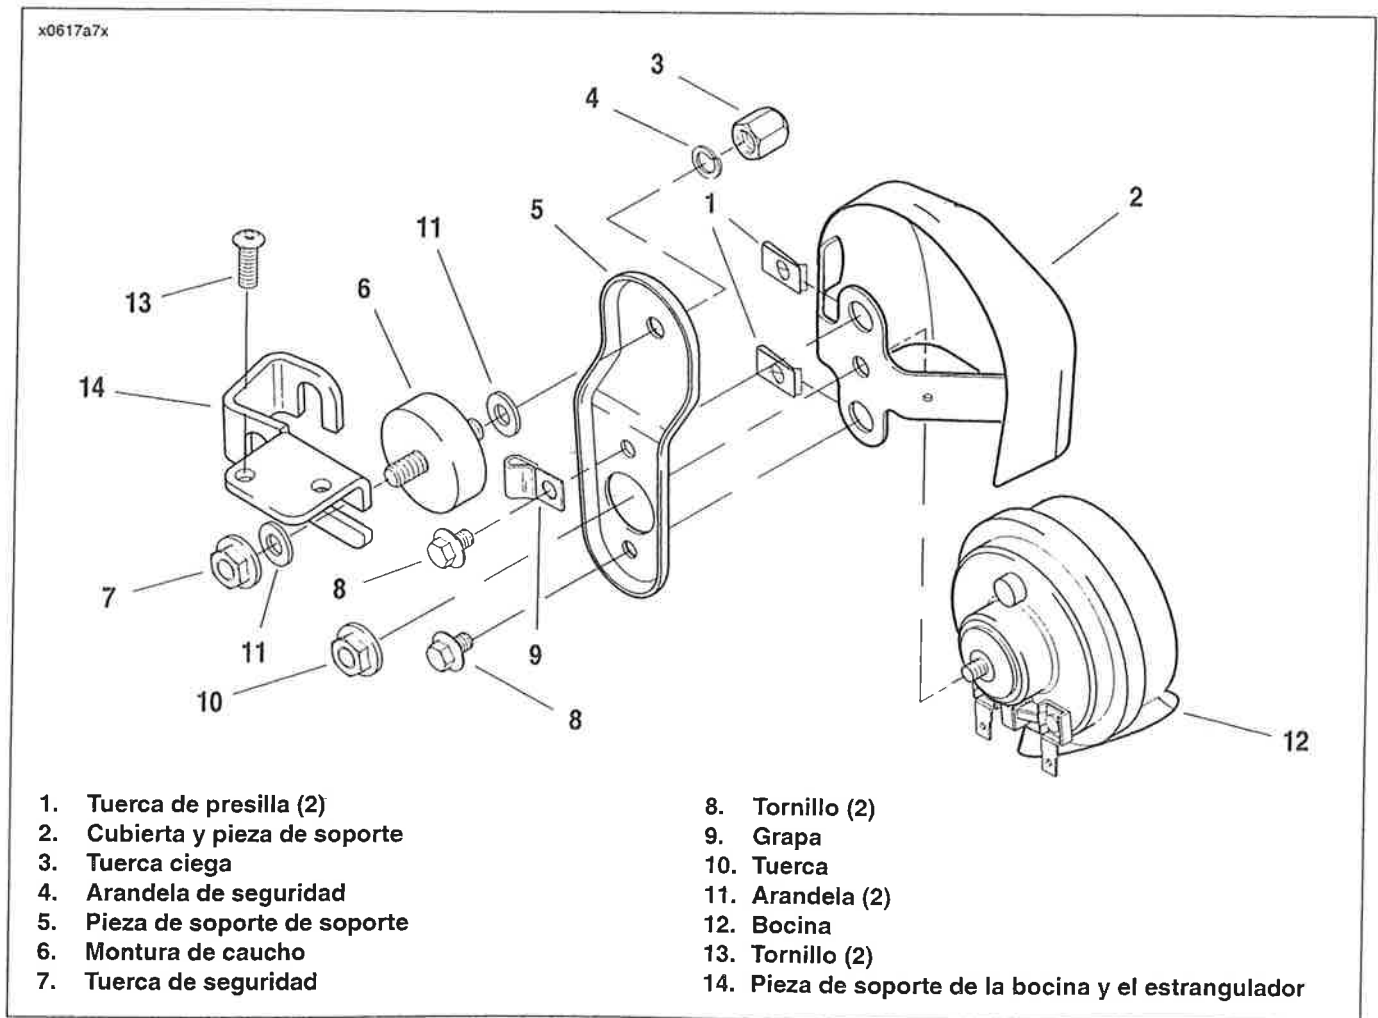

Figura 7-61. Componentes de la bocina (XL 1200C)
2. Vea la Figura 7-61. Quite las presillas de terminal de las conexiones de paleta de la bocina en la parte trasera de la bocina (12).
3. Quite la tuerca ciega (3) y la arandela de seguridad (4) para liberar el conjunto de la bocina del espárrago de la montura de caucho (6).
4. Quite el conducto de cables de la grapa (9) en la parte trasera de la pieza de soporte (5).
5. Quite la tuerca (10) del receso circular en la parte trasera de la cubierta cromada y pieza de soporte (2) y quite la bocina (12) de la cubierta y pieza de soporte.
6. Deslice la bocina (12) en la cubierta cromada y la pieza de soporte (2) empujando el espárrago en la parte trasera del conjunto de la bocina por el agujero en la pieza de soporte de la bocina (5). Aplique dos gotas de LOC-TITE THREADLOCKER 271 (rojo) a las roscas de la tuerca (10). Instale la tuerca (10) en el espárrago de la bocina y apriete a 9,0-11,3 N·m (80-100 lb-pulg.).
7. Fije el cable amarillo con tira negra al terminal delantero y el cable negro al terminal trasero. Empuje el conducto de cables en la grapa (9) en la parte trasera de la pieza de soporte de la bocina (5).
8. Instale la pieza de soporte (5) en el espárrago la montura de caucho (6) con arandela de seguridad (4) y tuerca ciega (3). Apriete la tuerca ciega (3) a 6,8-20,4 N·m (60-180 lb-pulg.).